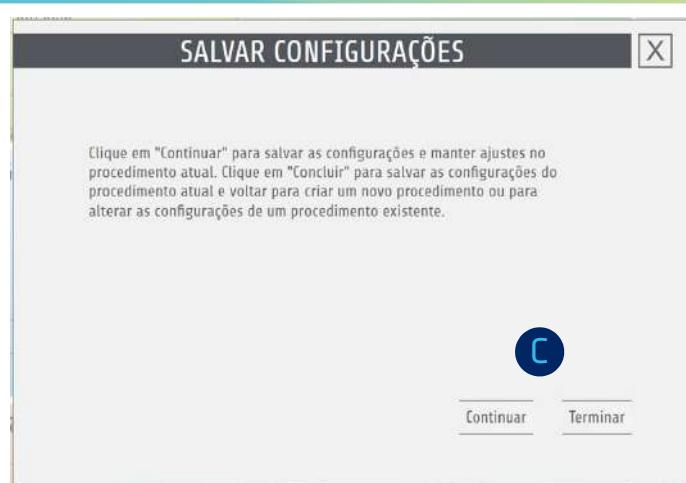

Fig. 195: Salvar configurações
2. **SALVAR** [B]. É exibido um pop-up (fig. 195):